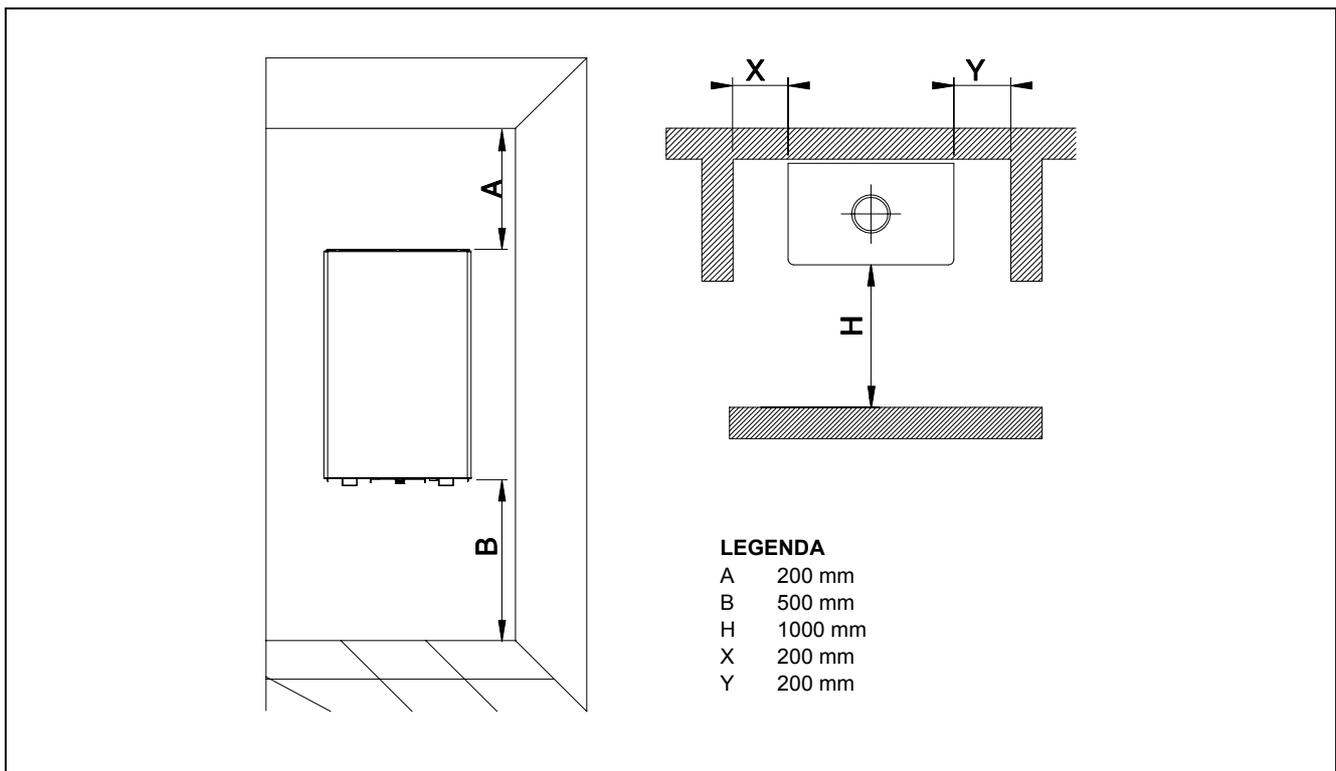

Figura 16 – DISTANZE DI RISPETTO MINIME
**Per poter consentire l'accesso per la manutenzione periodica della caldaia, l'installazione dovrà avvenire all'esterno rispettando le distanze indicate in Figura 16 comunque ad una altezza dal piano di calpestio non superiore a 2,5 metri.**